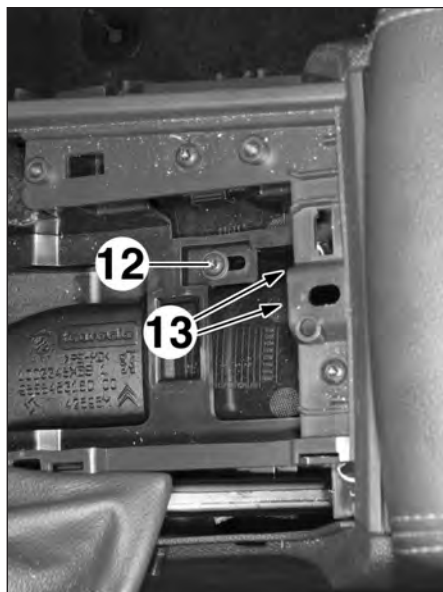

FIG.11
• Déposer la vis (12) sur les conduits d'aération (Fig.11).
• Débrancher les connecteurs (13) des prises accessoires et USB du vide-poches sous l'accoudoir.